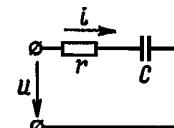

рис. 5
6. До послідовно з'єднаних резистора з опором $r = 120 \Omega$ и конденсатора ємністю $C = 30 \mu\text{F}$ підведена напруга $u = 311\sin 314t$ (рис.5). Обчислити повний опір кола, діюче значення напруги і струму, потужність, яка витрачається у колі, реактивну потужність і різницю фаз напруги і струму. Побудувати векторну діаграму напруг і струмів. Побудувати криві миттєвих значень прикладеної до кола напруги u , струму i , активної складової напруги u_a , реактивної u_s , активної потужності P_a , реактивної P_s і повної потужності P , енергії електричного поля W_e . (10)